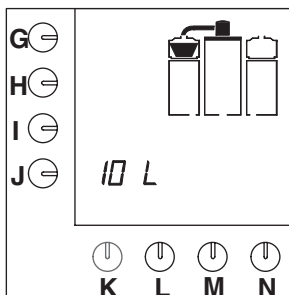

Fig. 9 Nadruppeltijd
- Zodra de koffiecontainer is gevuld, knippert de filterpan in het display, voor de nadruppeltijd (fig.9).
- Het indicatielampje in de schakelaar gaat branden. De standaard keuzemogelijkheden verschijnen in het display (fig. 9).